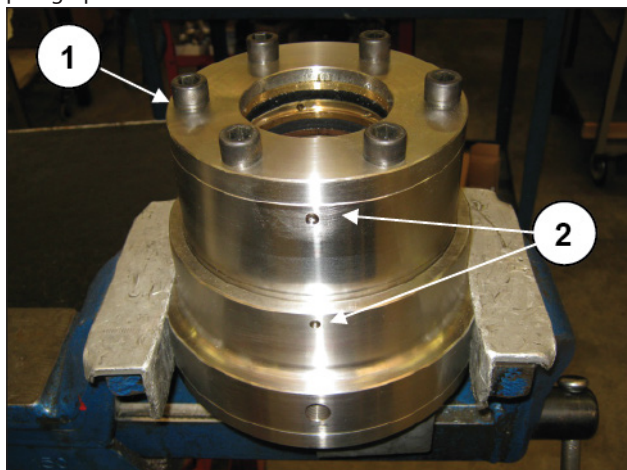
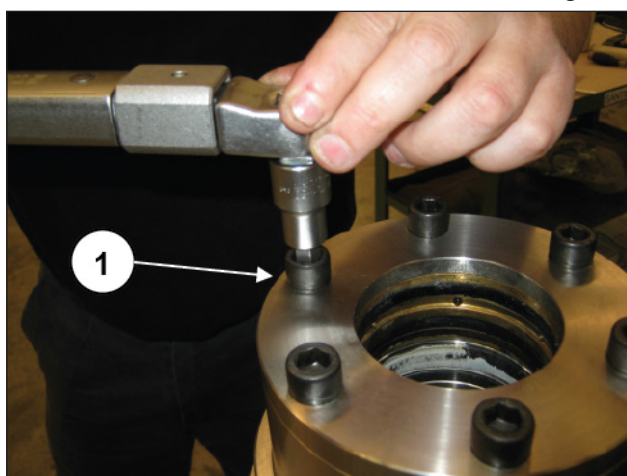

Fig. 229
Fig. 230
Monter la chemise sur le support (rep. ①, Fig. 227), en veillant à ce que les joints toriques restent en position et en alignant les repères (rep. ②, Fig. 229), et monter ensuite la bague de support des joints (rep. ①, Fig. 228).
Après avoir positionné les vis de fixation de la bague de support des joints (rep. ①, Fig. 229), serrer avec une clé dynamométrique (rep. ①, Fig. 230), comme indiqué au paragraphe 3.